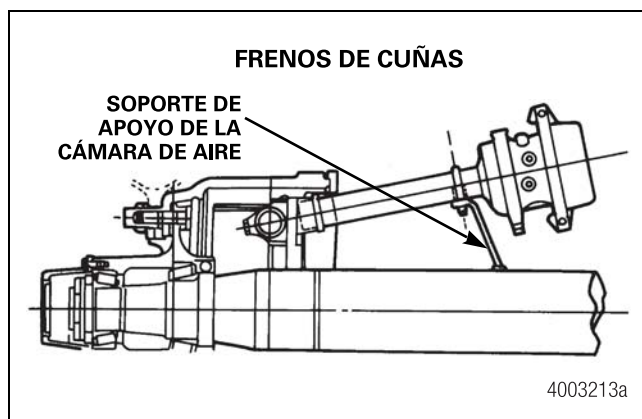
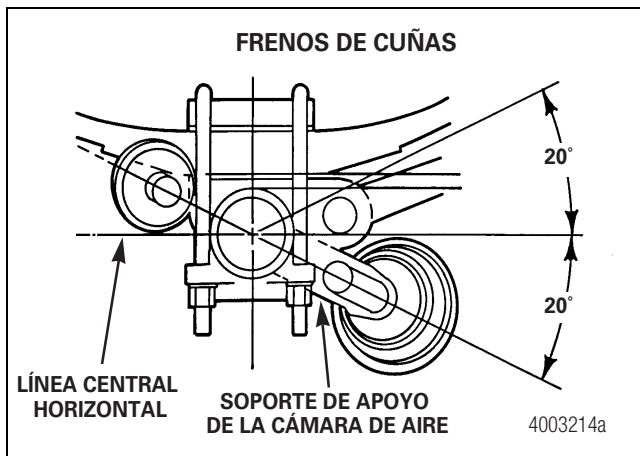

Figura 6.10
Figura 6.11
- **Frenos de cuñas con soportes de apoyo del tubo de la cámara de aire:** Cuando los frenos de cuñas tienen soportes de apoyo para cámara de aire, la línea central de dichos soportes debe estar ubicada dentro de los 20 grados de la línea central horizontal del eje. Figura 6.10 y Figura 6.11.